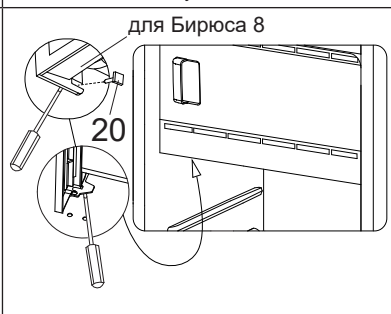
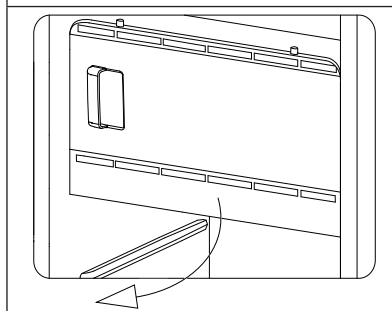

Рисунок 13
Рисунок 14
3. Для модели Бирюса 8 с помощью пассатижей вытащите фиксаторы 21 (см. рисунок 13) слева и справа. Выведите из зацепления с корпусом холодильника выступы облицовки испарителя (см. рисунок 13) слева и справа. Движением вниз и на себя (см. рисунок 14) снимите облицовку испарителя.